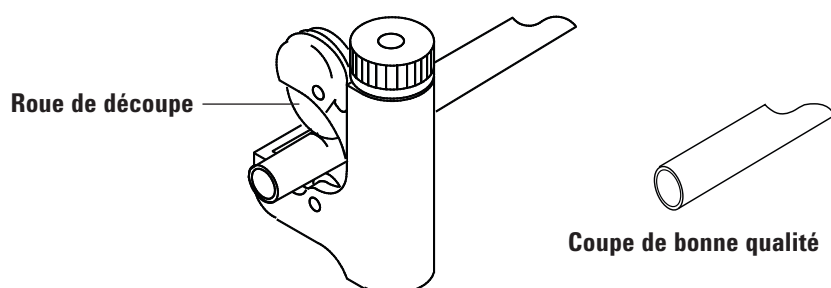

Figure 8. Coupe-tube classique
- 2 Coupez le tube à la longueur souhaitée à l'aide d'un coupe-tube Swagelok. Reportez-vous à la Figure 8.